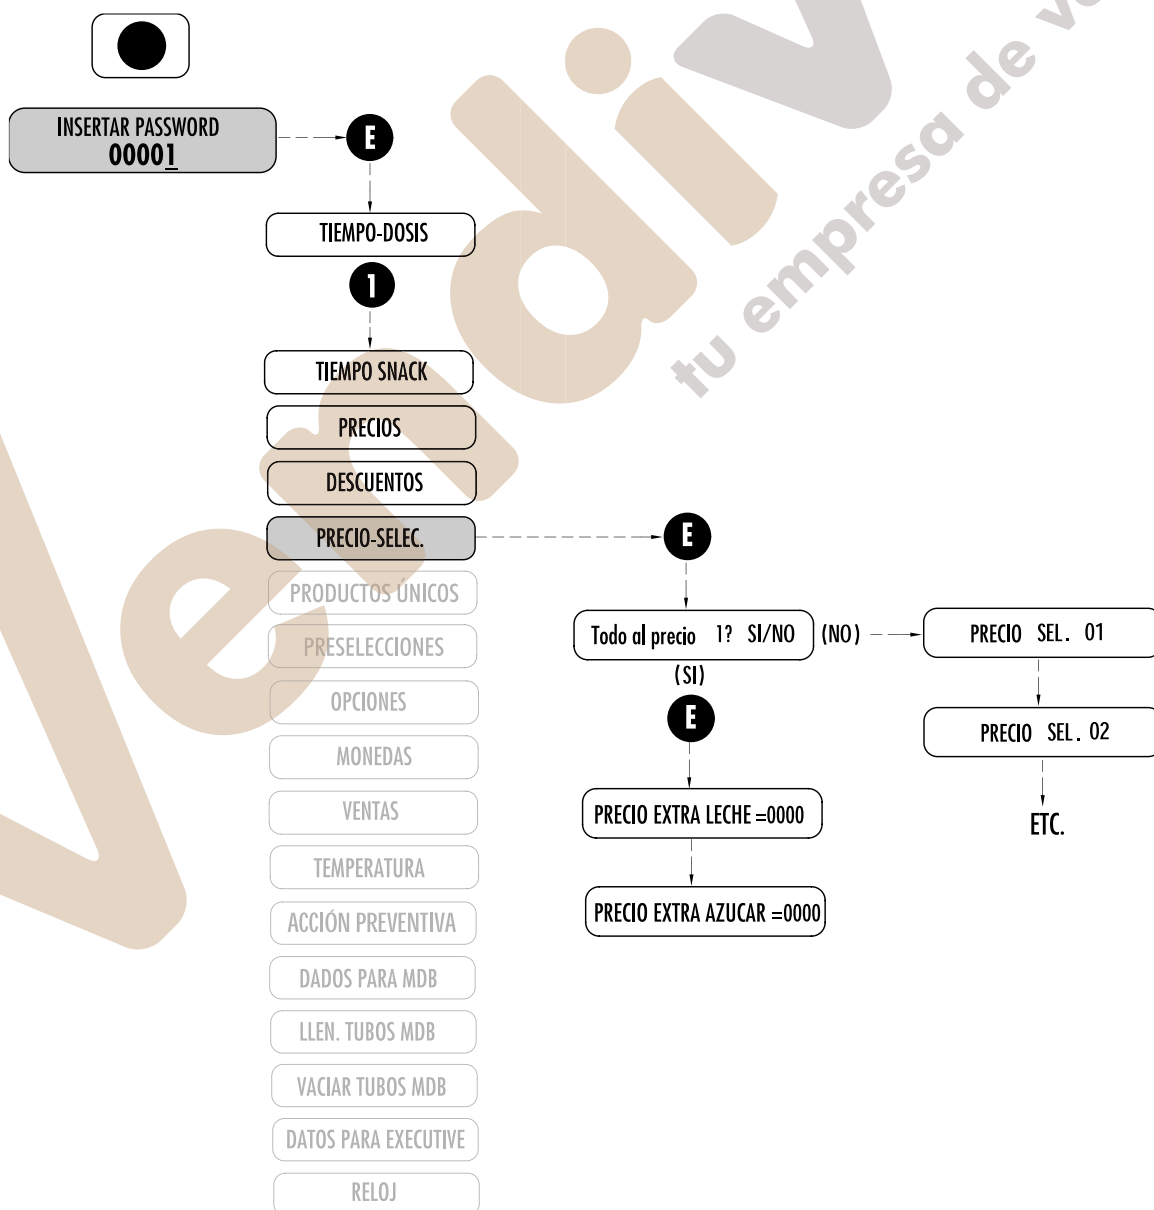

Fig. 7.7
7.2.5 PRECIO SELECCIÓN (Fig. 7.7)